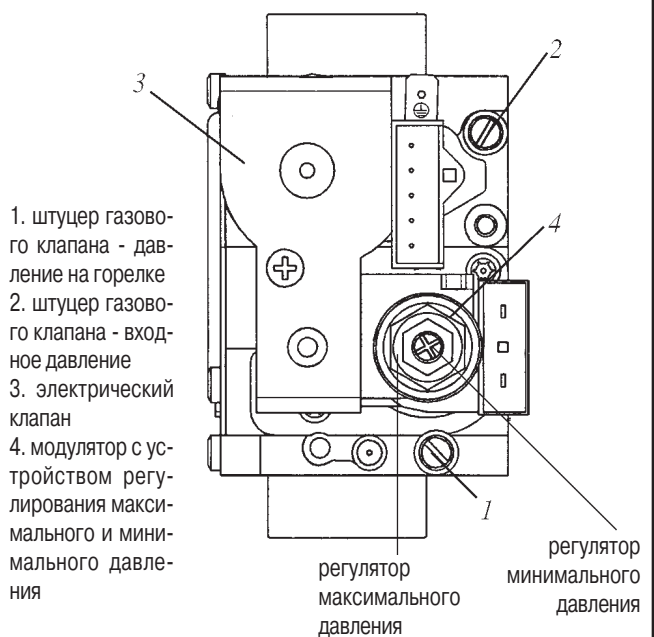

Рис. 14 Клапан SIT SIGMA 845
- Открутить винт на штуцере 2 (рис. 14) и подсоединить к штуцеру 2 манометр.
- Проверить динамическое входное давление газа (штуцер 2, рис.14). Номинальные давления: 20 мбар для природного газа, 30 мбар для бутана, 37 мбар для пропана.
- Открутить винт на штуцере 1 (рис. 14) и подсоединить к штуцеру 1 манометр.
- Проверить давление газа на горелке согласно таблицам 4 для соответствующей модели котла и соответствующего типа газа. При необходимости снять крышку модулятора и поворачивать латунное кольцо (позиция 4, рис.14) до достижения давления, указанного в таблицах 4 для соответствующей модели котла и соответствующего типа газа.